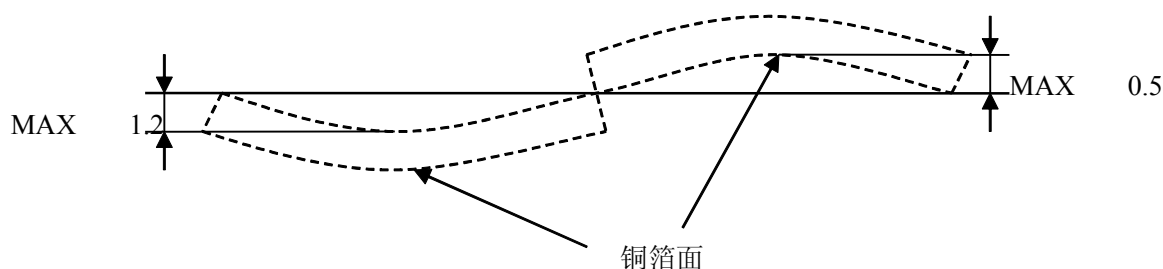

图 1
3.1.2 印制板的翘曲度：最大上翘 0.5mm，最大下翘 1.2mm，如图 1 所示。